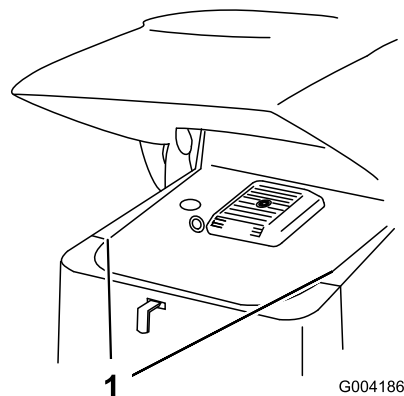

Figura 24
2. Far scorrere le griglie laterali (Figura 24) verso l'alto e al di fuori delle fessure nella griglia e nel telaio anteriori.